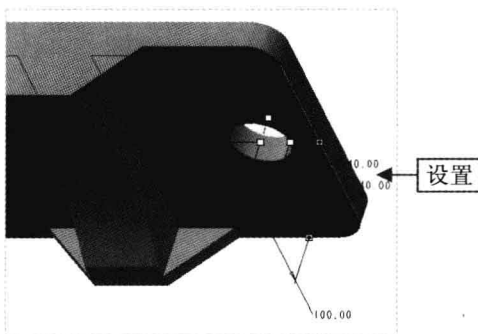

图 7-71 设置参数
Step 03 单击“确定”按钮，弹出“孔”选项卡，在绘图区模型的表面上单击鼠标左键，放置孔，拖动句柄至模型合适的边线上，并设置偏移距离，如图 7-71 所示。